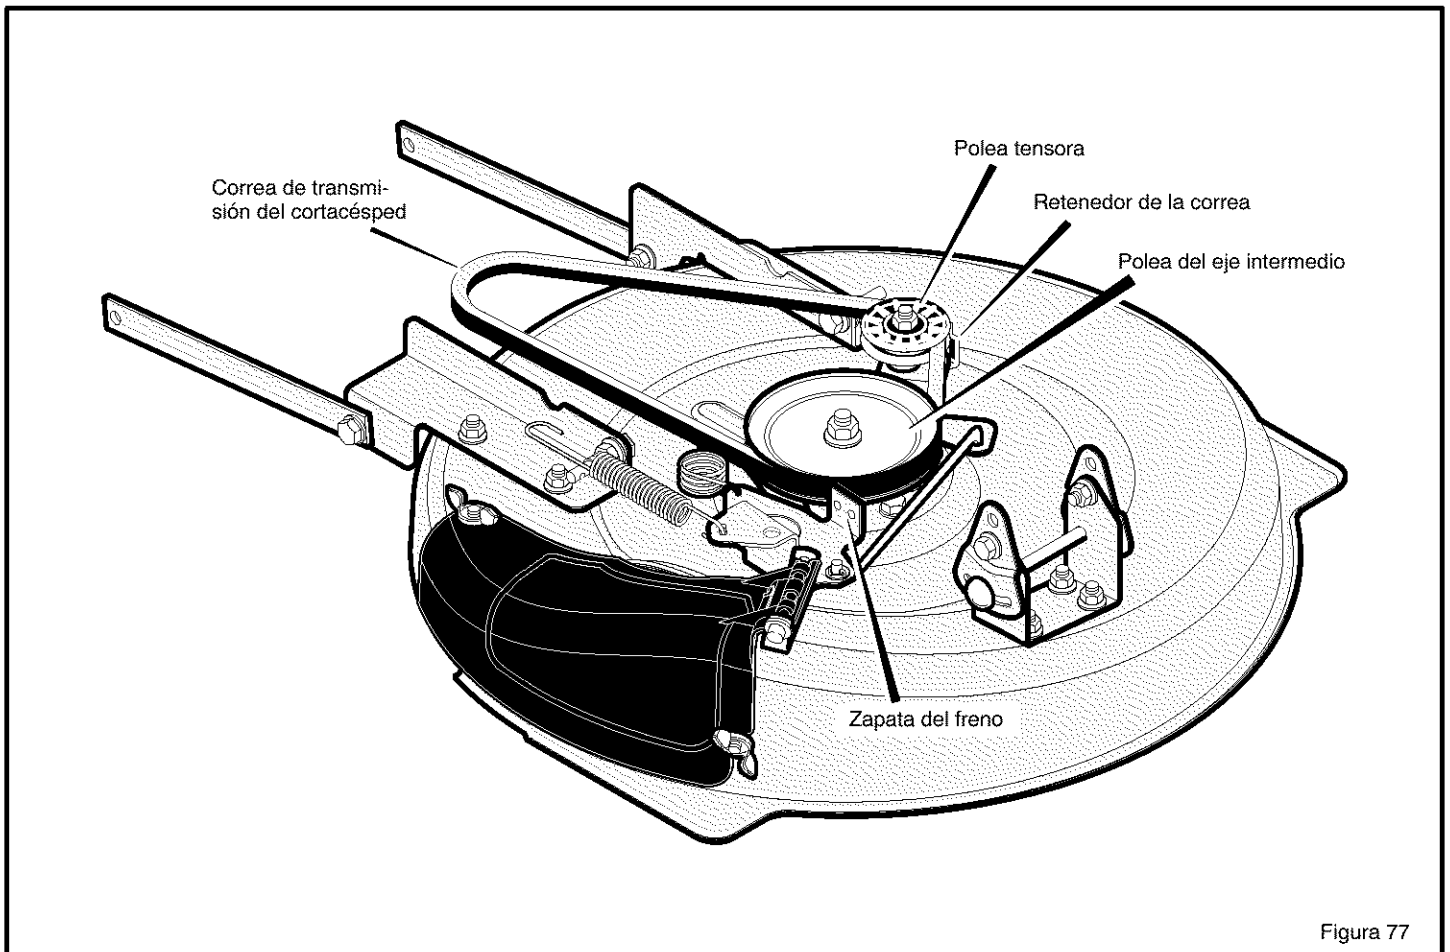

Figura 77
2. Separe el **retenedor de la correa** de la **polea tensora** y saque la **correa de transmisión** (Figura 77).